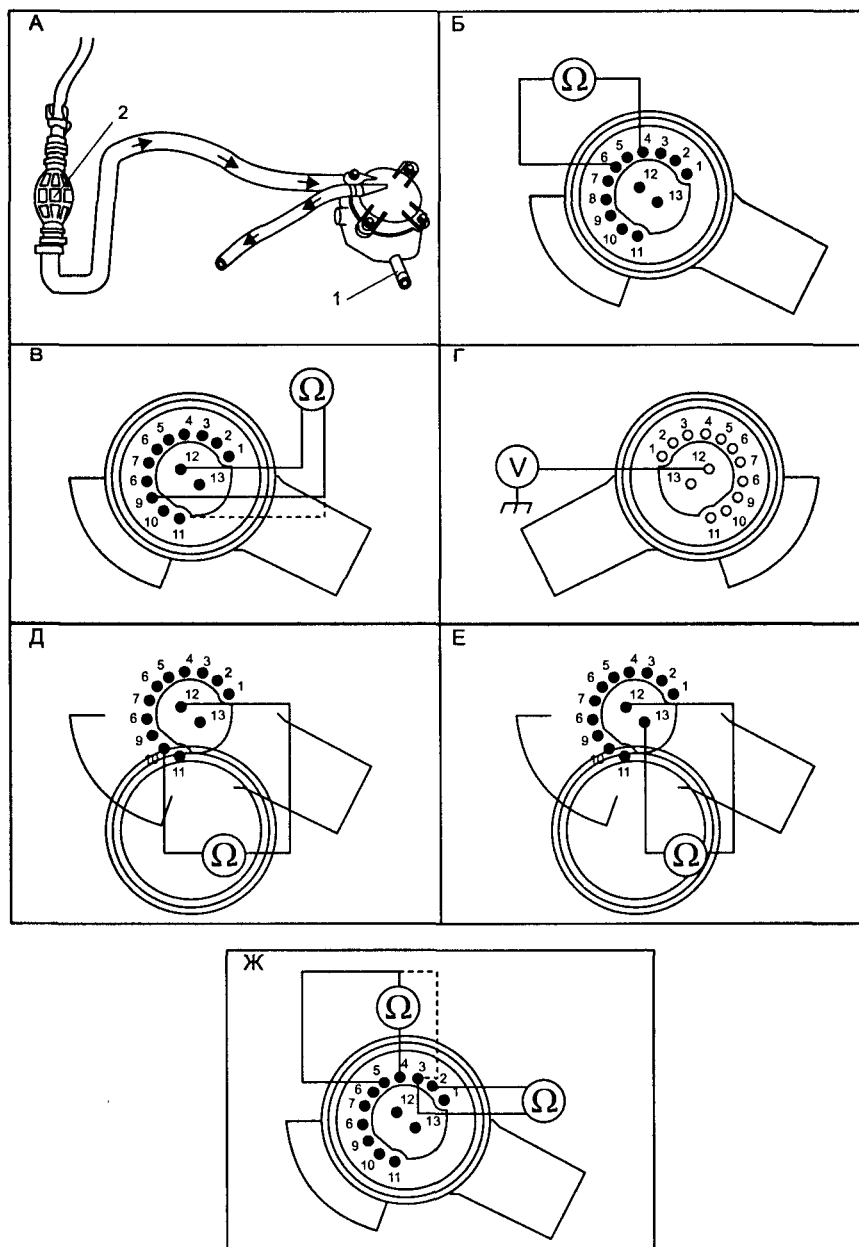

Рис. 1.3.7. Проверка компонентов топливной системы
- проверяют закрытое состояние дренажного штуцера фильтра-отстойника 1 (рис. 1.3.7а);
- создав ручным насосом разрежение, удаляют воздух из системы до появления ощутимого сопротивления подкачке 2 (см. рис. 1.3.7а);
- отсоединяют 13-контактный разъем 2 (рис. 1.3.7б) ТНВД;
- на отсоединенном разъеме ТНВД измеряют сопротивление обмоток регулятора между контактами 11—12 и 9—12 разъема, его величина должна быть в пределах 25...35 Ом (см. рис. 1.3.7в);
- включают зажигание, на контакте 12 разъема ТНВД должно быть напряжение 11...14 В (рис. 1.3.7г). Если этого нет, проверяют замок зажигания, предохранитель F7, главное реле питания A171, и соответствующие соединения.
грамму на рис. 1.3.5е и 1.3.5ж). Данные о сопротивлении обмотки IPRPS датчика представлены в табл. 1.3.4 (см. рис. 1.3.7ж).
- на отсоединенном разъеме ТНВД измеряют сопротивление обмоток регулятора между контактами 10 и 12 разъема, его величина должна быть в пределах 25...35 Ом (рис. 1.3.7д);
- включают зажигание, на контакте 12 разъема ТНВД должно быть 11...14 В (рис. 1.3.7г), если этого нет, проверяют замок зажигания, предохранитель F7, главное реле питания A171, и соответствующие соединения.
IPCRPS — это индуктивный датчик, механически связанный с кулачковой шайбой. При перемещении кулачковой шайбы меняется индуктивность и соответственно сигнал с датчика (см. контрольную осциллограмму на рис. 1.3.5д). Данные о сопротивлении обмотки датчика IPCRPS представлены в табл. 1.3.4 (рис. 1.3.7ж, контакты 2—3)).
- на отсоединенном разъеме ТНВД измеряют сопротивление обмоток регулятора между контактами 12 и 13 разъема, его величина должна быть в пределах 25...35 Ом (рис. 1.3.7е);
- включают зажигание, на контакте 12 разъема ТНВД должно быть 11...14 В (рис. 1.3.7г). Если этого нет, проверяют замок зажигания, предохранитель F7, главное реле питания A171 и соответствующие соединения.